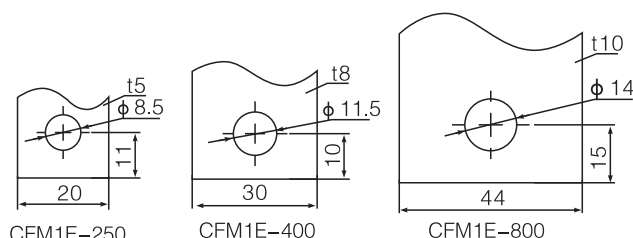

图21 CFM1E系列推荐预制铜排尺寸
- 接线端子的选择：配用CFM1E断路器的接线端子采用JGC，其规格型号如图及表，推荐预制铜牌尺寸见图21。